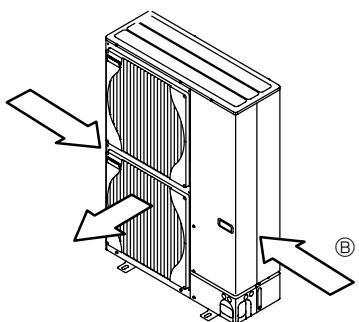

Fig. 2-5
- ③ Plaats het apparaat indien mogelijk zo dat de luchtauitlaat in dezelfde richting blaast als de seizoenswinden. (Fig. 2-5)